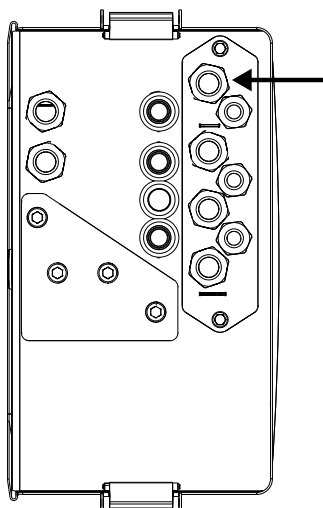

Bild 10. Kabelgenomföring med förskruvning
2. På hydraulaggregat med förskruvningar, lossa aktuell förskruvning, se Bild 10. Kablar kan nu monteras/demonteras/justeras i kabelgenomföringen.